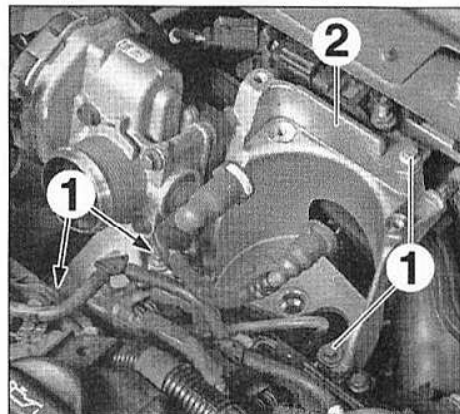
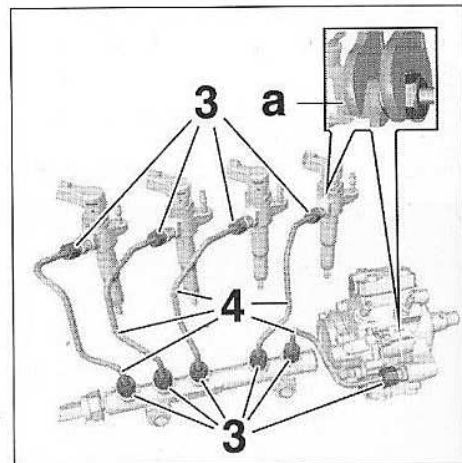

FIG.35
FIG.43
- les vis (1) (Fig.35),
- le support du filtre à carburant (2),
- Dévisser les raccords (3) (Fig.43).